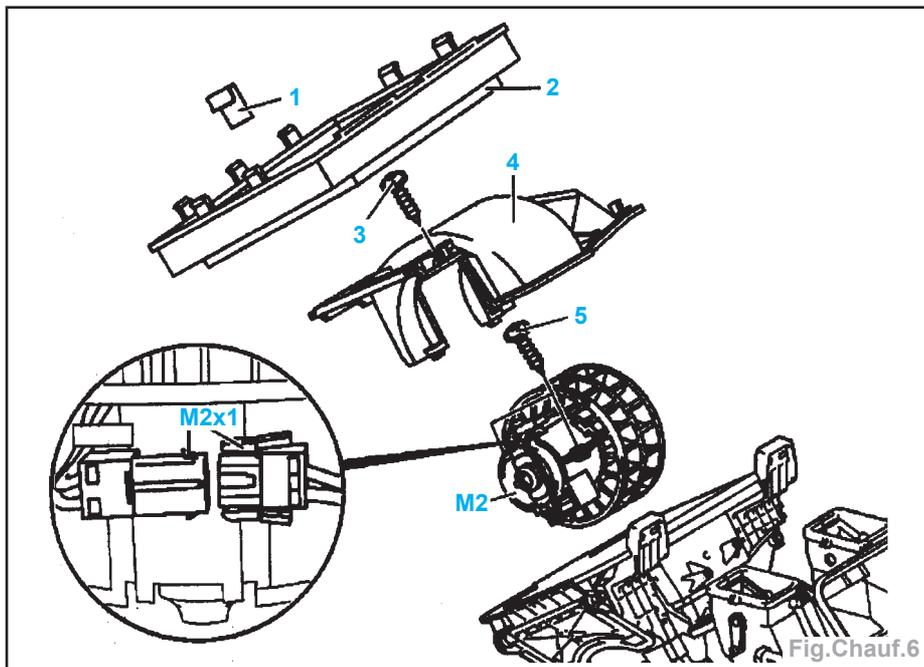

Fig. Chauf.6
- Déposer (Fig. Chauf.6) :
- le couvercle (2) du caisson (4 agrafes 1),
- les 5 vis et le recouvrement du moteur (4).